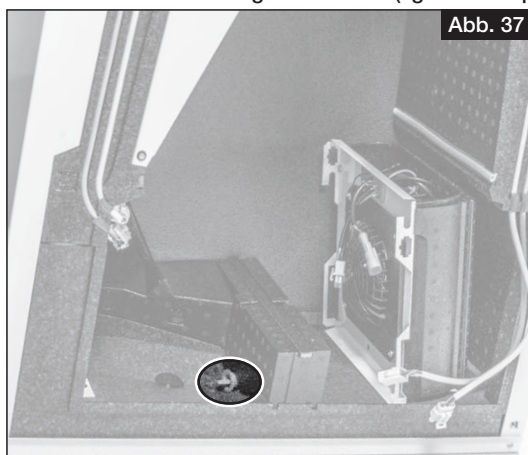

Abb. 37
- ① **Wird die Kälterückgewinnung aktiviert, muss der Stopfen am Geräteboden entfernt werden (s. Abb. 37), um den Kondensatablauf zu gewährleisten (vgl. auch Kapitel 4.3 „Kugelsiphon montieren“, Seite 11).**